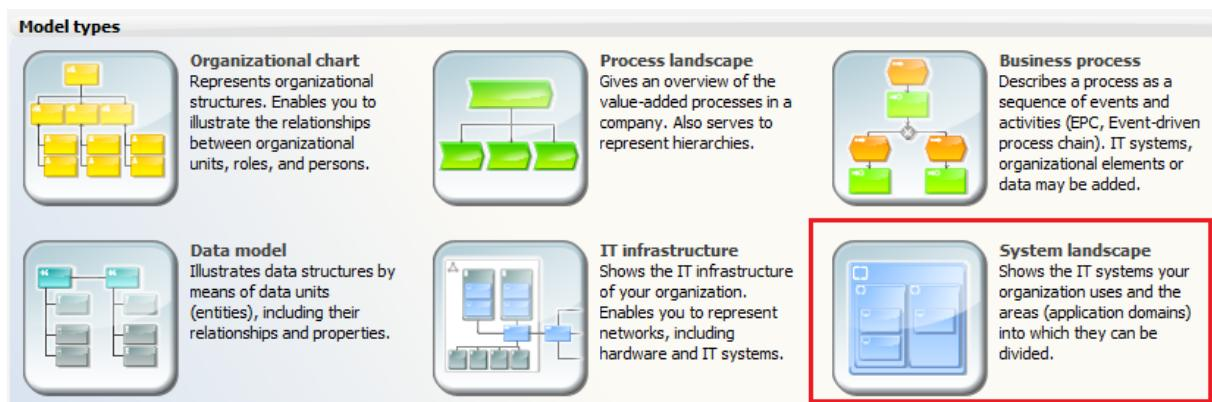

Рисунок 5.1
1. Запустить ARIS Express, перейти в главное окно (рисунок 1.1) и создать модель данных, выбрав вид модели «System landscape» (рисунок 5.1).